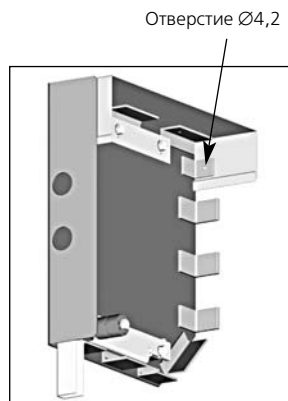

Рис.2.10.
3. Разметить и сверлить совместно в верхнем уголке передней части крышек и в панели короба по одному отверстию $\varnothing 4,2$ мм для последующей установки заклепок (рис.2.10).